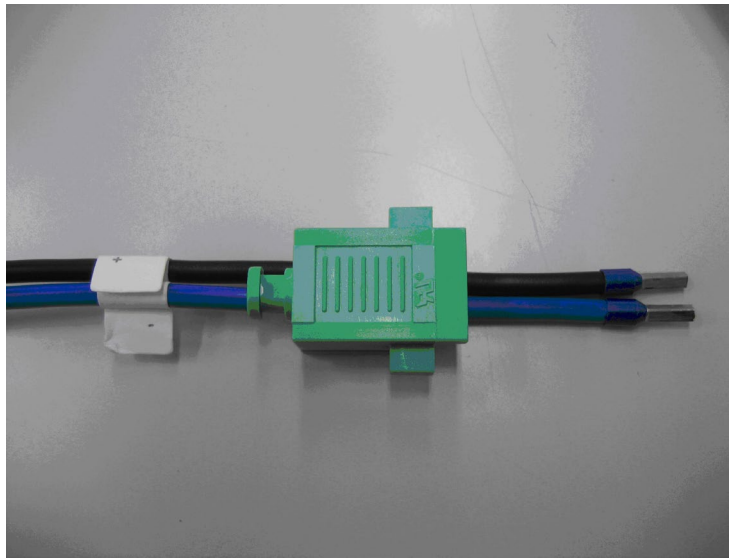

図 3-27 DC 電源ケーブルを通したパーツ A
- 1) 図 3-27に示すように、別途用意した DC 電源ケーブルをパーツ Aに通してください。